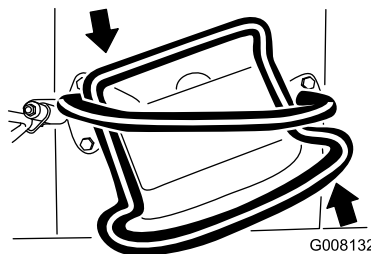

Figura 9
- Per girare a sinistra, ruotate il controllo della trazione in senso antiorario (Figura 9).